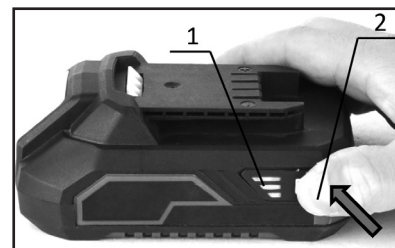

Fig. 2
**Indique la capacité restante de la batterie (Fig. 2)**
- Appuyez sur le bouton de vérification (2) de la batterie pour indiquer la capacité restante de la batterie.
- Les témoins lumineux (1) s'éteignent environ 5 secondes après avoir relâché le bouton de vérification.